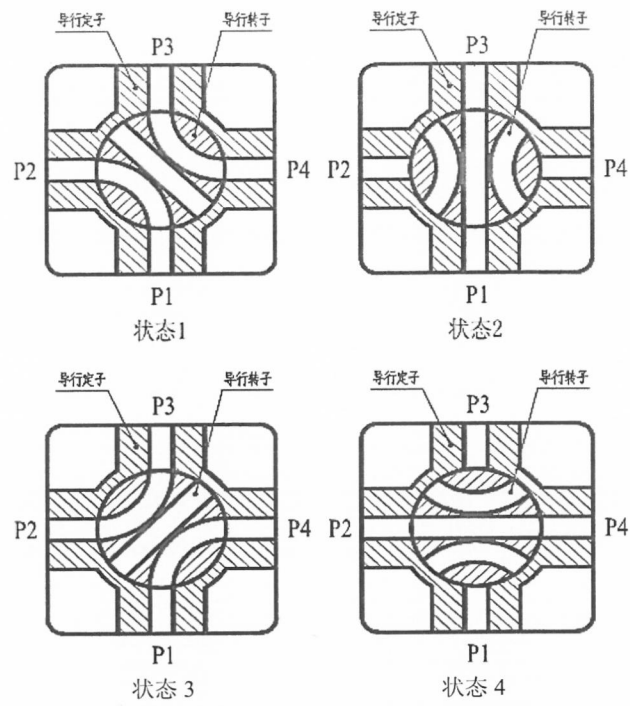

图 A.3 R型波导开关射频通路示意图
- c) R 表示三刀四掷：R 型波导开关的导行定子上设计有 4 个波导口，导行转子上设计有 2 个弧微波通道和 1 个直通微波通道。导行转子在电磁系统的作用下，与导行定子配合可以形成四个稳态位置：状态 1，波导口 P1—P2 导通，波导口 P3—P4 导通；状态 2，波导口 P1—P3 导通，波导口 P2、P4 阻断；状态 3，波导口 P1—P4 导通，波导口 P2—P3 导通；状态 4，波导口 P2—P4 导通，波导口 P1、P3 阻断。通过导行转子的旋转运动实现 4 种状态微波信号通道的导通和阻断。如图 A.3 所示。